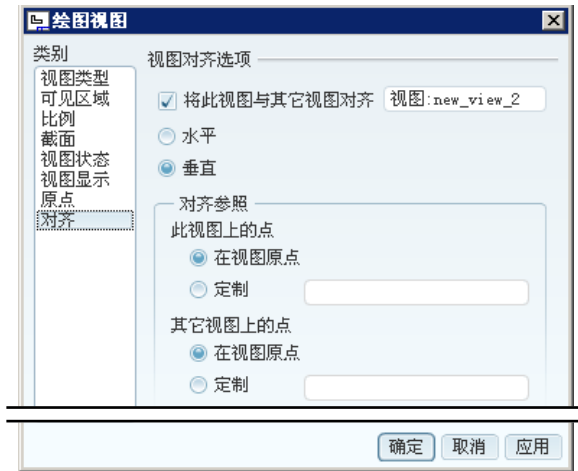

图 3.8.47 “绘图视图”对话框
(1) 在“绘图视图”对话框中，选取 **类别** 区域中的 **对齐** 选项，在 **视图对齐选项** 区域中选中 ☒ **将此视图与其它视图对齐** 复选框，选中 ☒ **垂直** 单选项，在图形区选取图 3.8.46b 所示的主视图，其他参数采用系统默认值，此时“绘图视图”对话框如图 3.8.47 所示。
(2) 单击“绘图视图”对话框中的 **应用** 按钮。